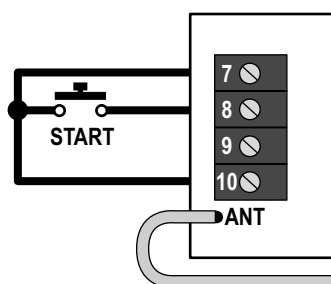

Fig.2
2. Sluit een N.O.-knop aan zoals afbeelding 2 toont